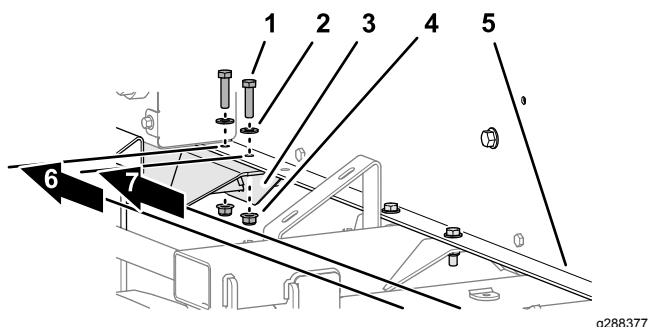

Рисунок 13
1. Отмерьте расстояния 146,5 см и 151,6 см от брызговика до отверстий в балке (**Рисунок 13**).
2. Подсоедините балку к кронштейну с пазом на задней поперечине (**Рисунок 10** и **Рисунок 13**) с помощью 2 колпачковых болтов (5/16 x 1 1/4 дюйма), 2 шайб (5/16 дюйма) и фланцевых контргаек (5/16 дюйма).